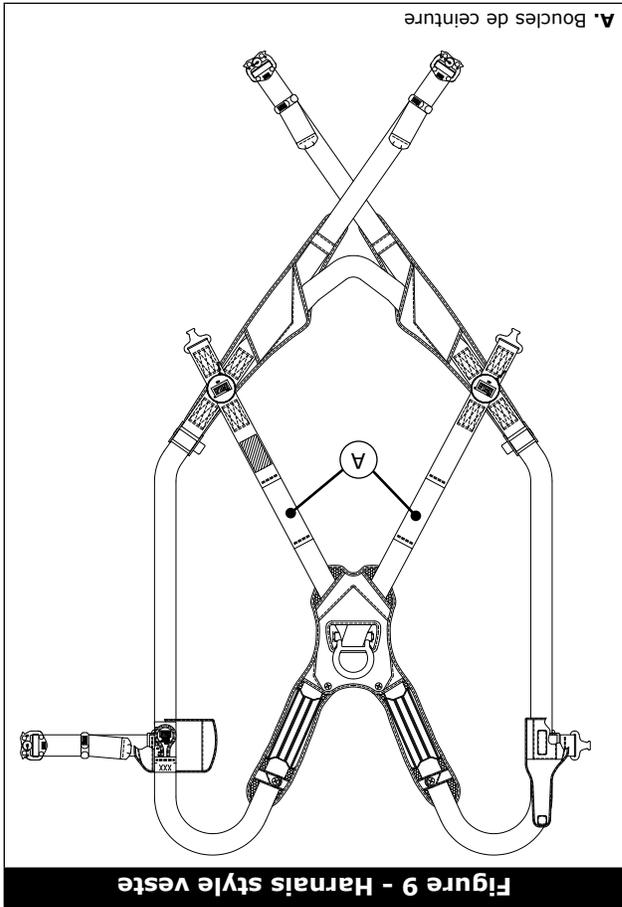

Figure 9 - Harnais style veste
A. HARNAIS DE SÉCURITÉ COMPLET STYLE VESTE EXOFIT NEX^{MC} : Le harnais style veste EXOFIT NEX^{MC} contient des boucles pour une ceinture amovible (voir figure 9). Celle-ci peut être installée grâce aux deux boucles situées à l'arrière du harnais dans le bas des sangles d'épaule. La ceinture passe à travers le harnais juste en dessous de la zone rembourrée. Le protégé-hanche, lorsqu'il est utilisé, est fixé à la ceinture en passant cette dernière à travers les boucles du protégé-hanche. Pour enfiler le harnais de sécurité complet style veste, procédez comme suit et observez les images correspondantes de la figure 11 :
- 3.3 ENFILEMENT ET AJUSTEMENT DU HARNAIS** : Le harnais de sécurité complet EXOFIT NEX^{MC} est disponible en style veste (figure 9) et croisé (figure 10). La méthode d'enfillement varie selon le style de harnais.